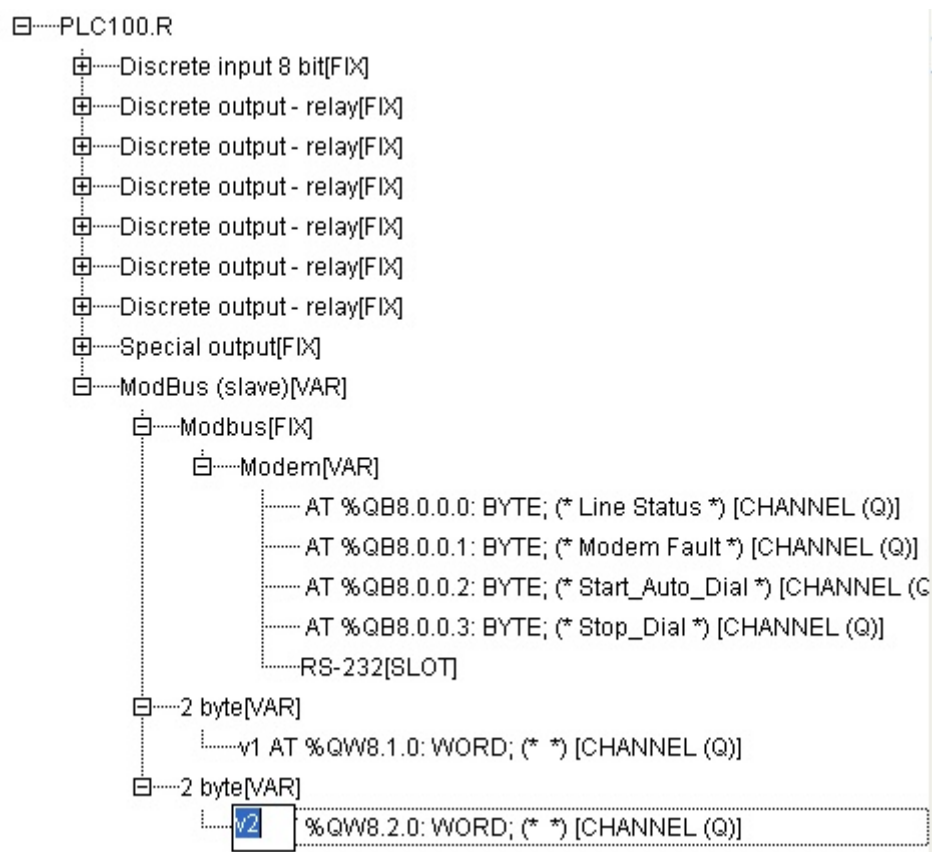

Рис.1.8
- 9) Задать имена переменным, для последующего обращения к ним из программы ПЛК (Рис.1.8).